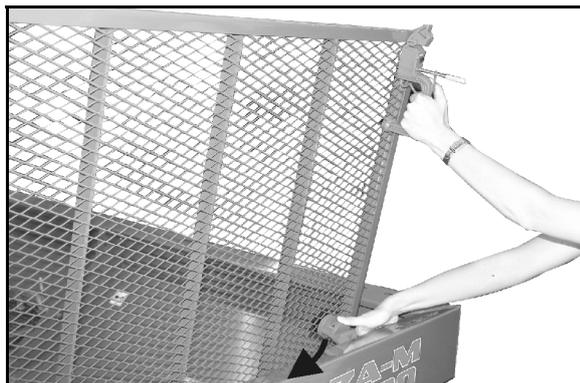

Fig. 19
3. Levantar la rejilla de protección hasta que el dispositivo de retención encaje en el marco del depósito (Fig. 19).
- Antes de cerrar la rejilla de protección presionar el dispositivo de retención hacia abajo (Fig. 19).